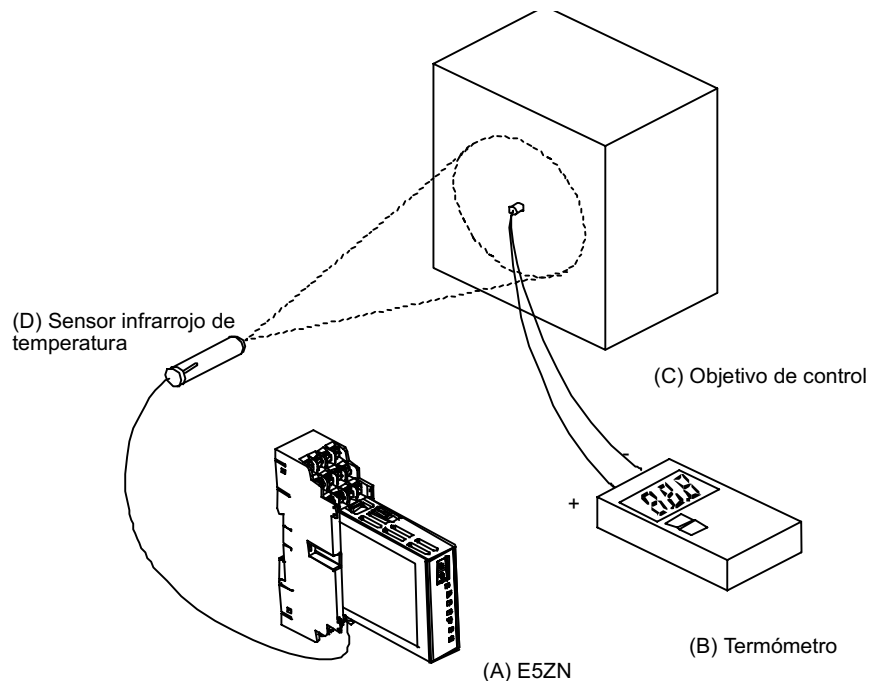

Figura 1 Configuración al compensar un sensor infrarrojo de temperatura
2. Prepare un termómetro capaz de medir la temperatura del objetivo de control según se muestra en la *Figura 1* para que sea posible realizar un desplazamiento de uno o dos puntos.
1. En la configuración que se muestra en la *Figura 1*, aproxime el punto de consigna al valor en el que se desea controlar la temperatura del objetivo de control. Supongamos que la temperatura del objetivo de control (C) y la leída en el termómetro (B) coinciden.
2. Compruebe la temperatura del objetivo de control (B) y la lectura del controlador (A). Tome el valor siguiente como el valor de desplazamiento de entrada y aplique los mismos valores numéricos tanto para el valor de